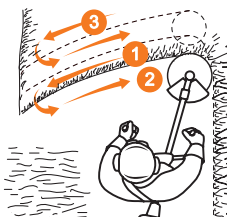

Рис. 9
- Для кошения густой высокой травы перемещайте режущую часть медленно и осторожно. Скашивание травы производите на максимальных оборотах двигателя (в режиме «TURBO») справа налево, возвращайте триммерную катушку по уже скошенной траектории (Рис. 9).